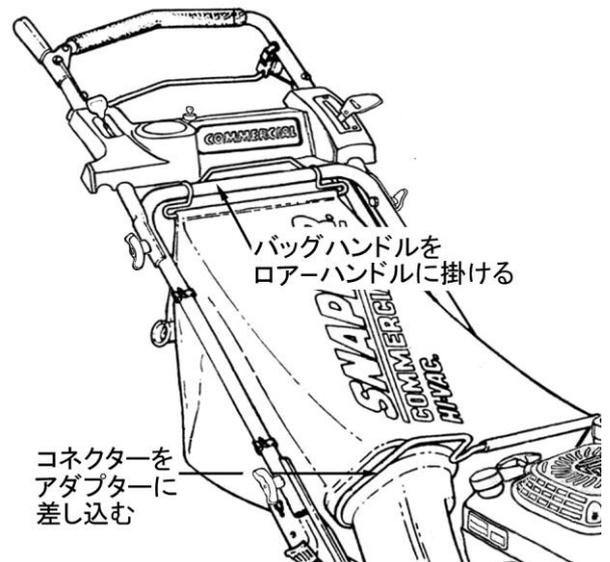

図3-13
1. コネクタをアダプタのフランジに差し込んでから、バッグの後部フックをローハンドルに掛けます。（図3-13）